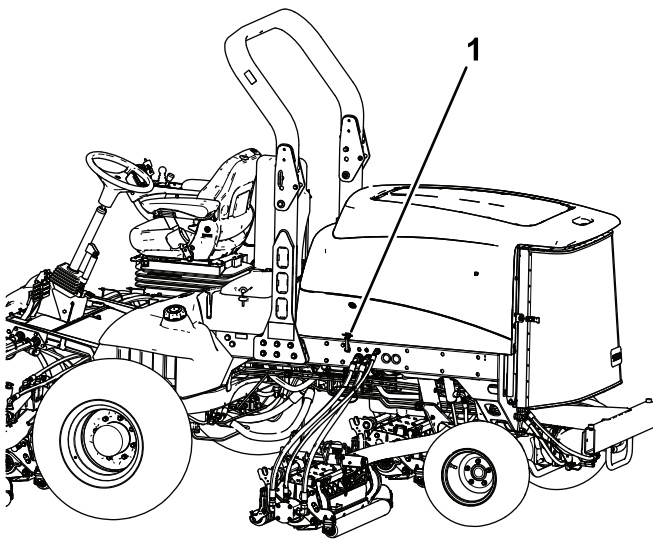

Bild 4
1. Haken Sie den Motorhaubenriegel aus der Motorhaubenriegelhalterung aus (Bild 4).